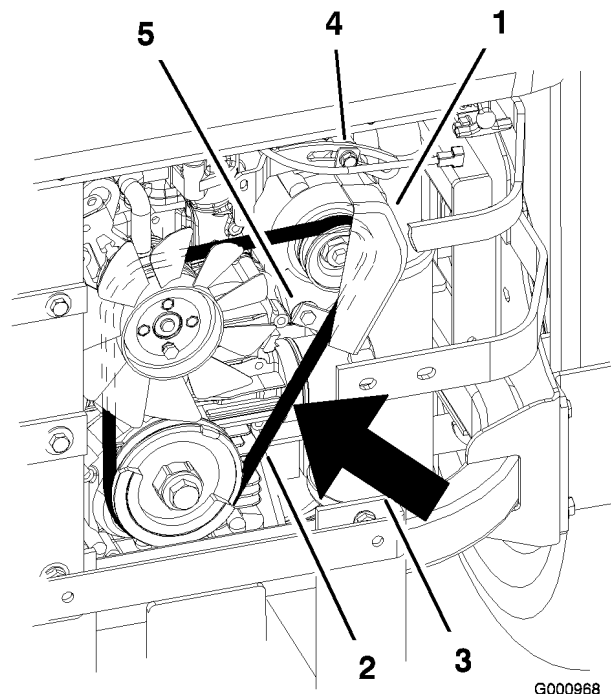

Bild 63
7. Lösen Sie die untere Schraube und nehmen Sie die obere Schraube ab, mit denen die Lichtmaschine und die Abdeckung befestigt sind (Bild 63).
9. Montieren Sie einen neuen Riemen um die Spanscheiben und die Lichtmaschine (Bild 63).
14. Ziehen Sie die untere Schraube fest und setzen Sie die obere Schraube ein, mit denen die Lichtmaschine und die Abdeckung befestigt sind (Bild 63).
2. Stellen Sie die Lichtmaschine nach außen ein, sodass der Riemen zwischen den Motor- und Lichtmaschinenspanscheiben 7 bis 9 mm durchhängt, und Sie eine Kraft von 10 kgf aufbringen (Bild 63).
5. Wenn die Spannung richtig ist, ziehen Sie die untere und obere Schraube fest (Bild 63).